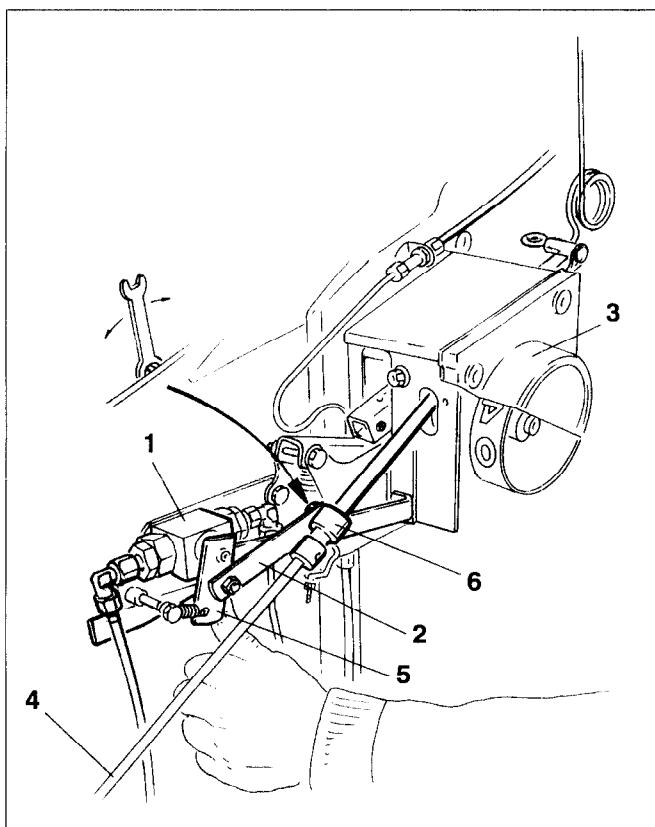

Fig. 14.5
Le vérin hydraulique du jalonneur de pré-levée est commandé par une valve (fig. 14.5/1). Cette valve (fig. 14.5/1) est reliée par une tringle de commande (fig. 14.5/2) au boîtier du jalonneur de post-levée.
A la livraison, la valve (fig. 14.5/1) est réglée de manière à fonctionner parfaitement :
En position "0" du boîtier programmeur (fig. 14.5/3)
- la tige de traction (fig. 14.5/4) est tirée,
- le levier (fig. 14.5/5) du distributeur est actionné en avant,
- le levier (fig. 14.5/5) du distributeur est actionné en arrière,
- enclenchez le boîtier programmeur (fig. 14.5/3) sur le chiffre "1",
- avec la main, repoussez le levier (fig. 14.5/5) de la valve à fond en arrière et resserrez à bloc la bague de réglage (fig. 14.5/6).